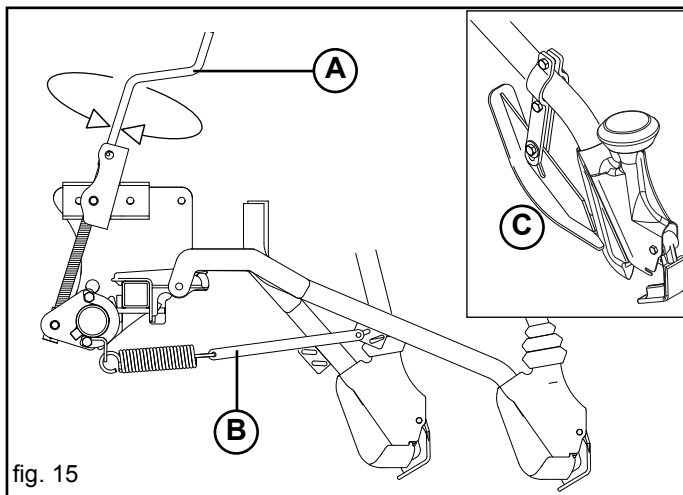

fig. 15
La profondità di semina viene regolata, contemporaneamente per tutti gli assolcatori, tramite una manovella (A, Fig. 15) che consente, se girata in senso antiorario, di esercitare per mezzo delle molle di trazione una maggiore pressione degli assolcatori sul terreno e quindi automaticamente una caduta più profonda del seme.
Si può ulteriormente regolare la pressione, singolarmente, cambiando la posizione del tirante (B Fig. 15).
**OPTIONAL:** Solo con assolcatori a sivaletto, la profondità viene determinata dal pattino limitatore (C, Fig. 15) variandone la posizione.